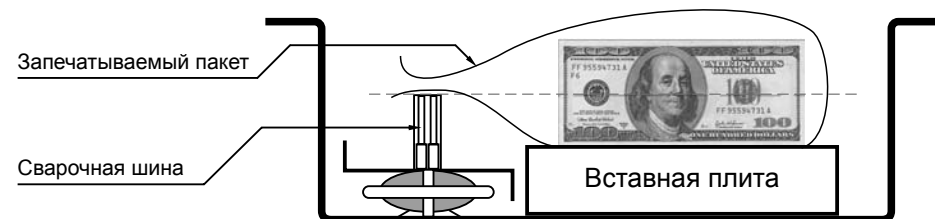

Рисунок 5 Порядок укладки пачки в машину.
2. При необходимости, установите в рабочую камеру дополнительную плиту ⑩.
3. Уложите полиэтиленовый пакет (с уложенными в него банкнотами) в рабочую камеру, так, чтобы запаиваемая сторона пакета лежала на нагревательном элементе ⑦ (см. Рис. 3), выступая за него примерно **на 1 см.** (см. Рис. 5);